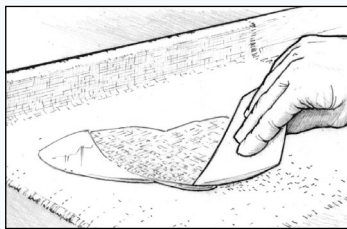

Figura 29 Distribuire la resina epossidica sulla superficie del tessuto utilizzando una spatola in plastica.
5. Distribuire la resina epossidica sulla superficie del tessuto con la spatola in plastica, lavorando delicatamente la resina partendo dal centro verso le zone asciutte (*Figura 29*). Man mano che il tessuto si impregna diventa trasparente, ad indicare che il tessuto ha assorbito una quantità sufficiente di resina epossidica. Se si applica il tessuto su una superficie porosa, assicurarsi di utilizzare una quantità di resina epossidica sufficiente ad essere assorbita sia dal tessuto che dalla superficie sottostante. Cercare di limitare il più possibile l'utilizzo della spatola poiché un eccessivo "lavoro" sulla superficie bagnata porta alla formazione di minuscole bolle d'aria che rimangono in sospensione nella resina epossidica. Questo aspetto è particolarmente importante in caso di finiture lucide.